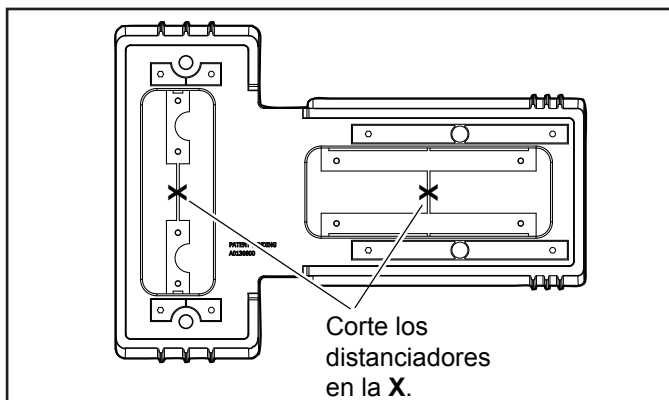

Figura 6. Corte los conjuntos de distanciadores de la base
- Con una herramienta manual para cortar, corte las barras plásticas que conectan los conjuntos superior e inferior de los distanciadores como se muestra en la Figura 6.